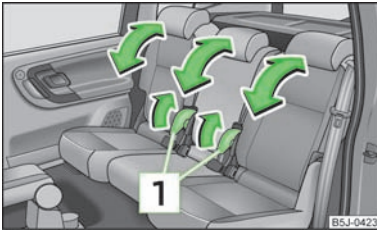

Abb. 37
- › Den Hebel **1** » Abb. 37 ziehen und die gewünschte Neigung der Sitzlehne einstellen.
- › Den Hebel **1** » Abb. 37 ziehen und die Sitzlehne ganz vorklappen.